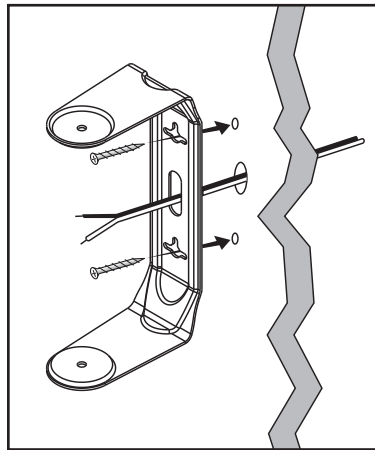

FIGURE 15
- If speaker wire is being fed from a hole in the wall behind the bracket, pull this speaker wire through the hole in the bracket before mounting the bracket [figure 15].
- Si le fil de haut-parleur destiné à l'enceinte est passé dans le mur et sort derrière le support, passez le fil à travers le trou du support avant d'installer le support au mur [figure 15].